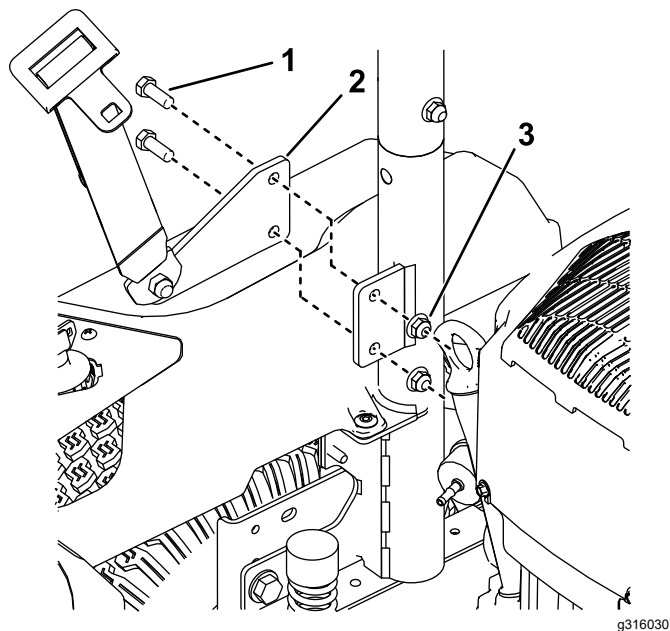

Bild 10
- Montieren Sie die Sicherheitsgurthalterungen an den Außenseiten der Halterungen des Überrollschutzes (**Bild 10**).
- Befestigen Sie die linke Halterung der Verkleidung mit zwei selbstschneidenden Schrauben ($\frac{5}{16}$ " x $\frac{3}{4}$ ") am Maschinenrahmen, wie in **Bild 10** dargestellt.